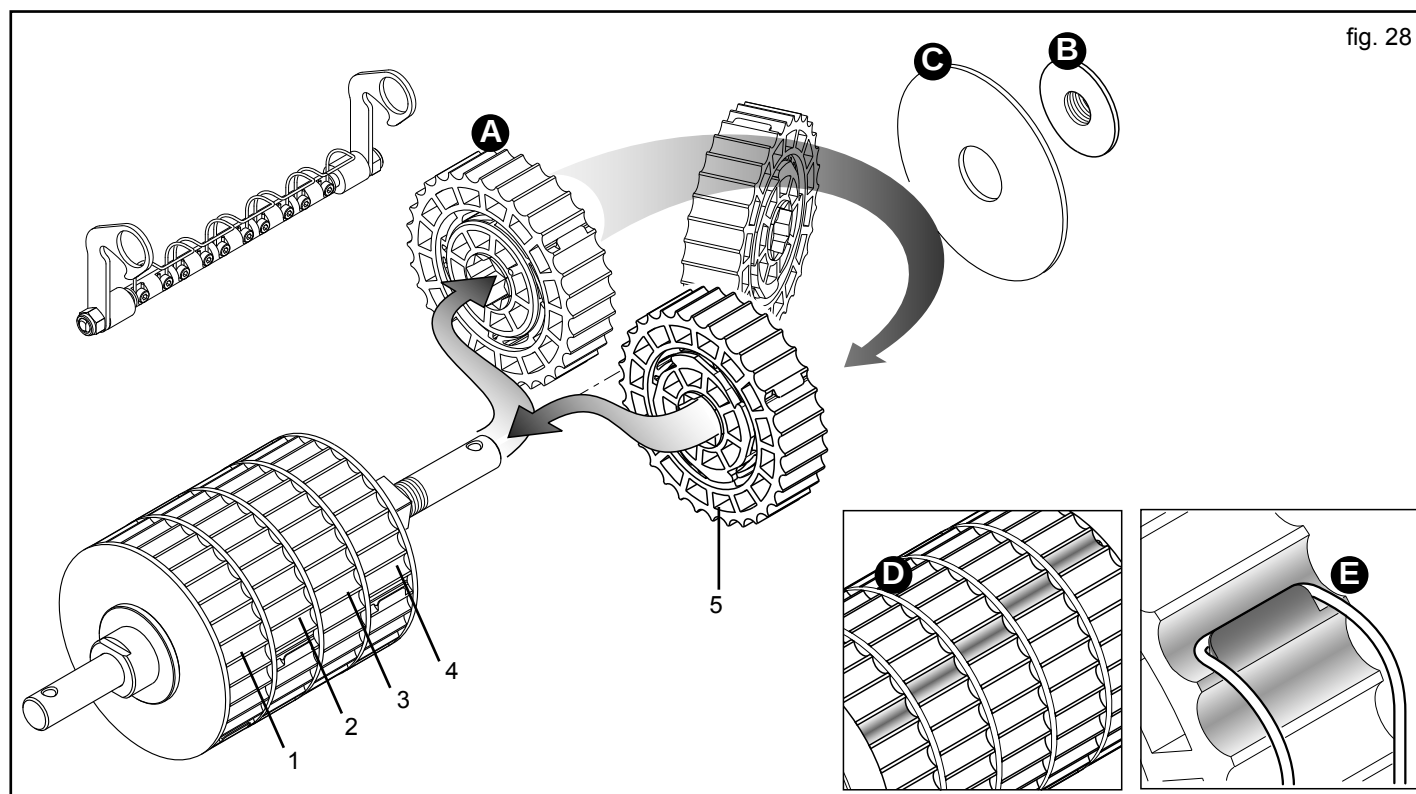

fig. 28
Considerando que cada sector (A, Fig. 28) distribuye el 20% del producto de todo el rodillo dosificador, es posible aumentar los sectores de trabajo y reducir respectivamente la velocidad de rotación del cambio para obtener una distribución homogénea.
Tras haber desmontado el rodillo de dosificación de la máquina, utilice la llave en dotación para destornillar el pomo (B, Fig. 28) y quitar la rosca de bloqueo (C). Quitar el sector o los sectores a activar e instalarlos rotándolo 180°, **respetando las posiciones** (1-2-3-4-5, Fig. 28).
Al instalar nuevamente los sectores, verifique que en condiciones de trabajo las acanaladuras de los sectores activos se encuentren escalonadas las unas respecto a las otras (D, Fig. 28), para garantizar continuidad en la distribución.
Coloque nuevamente la rosca de bloqueo, apriete el pomo con la llave en dotación e instale nuevamente el rodillo en la máquina. Bloquear el elemento limpiador en la posición de funcionamiento verificando que los resortes enganchen los sectores excluidos (E, Fig. 28) para impedir su rotación y, por lo tanto, la distribución.